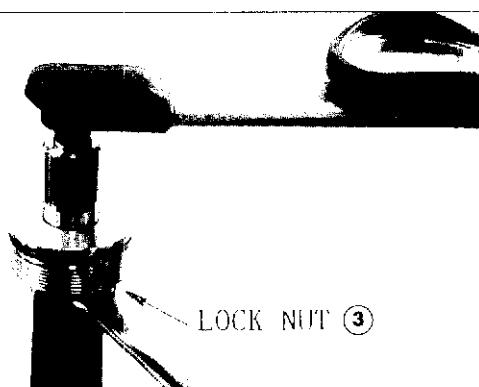

Fig. 12
- 22) Serrez l'écrou de fixation contre le bouchon supérieur tout en gardant arrêté ce dernier (Fig. 12).
- 22) Die Klemmutter gegen den oberen Stoßfänger fest anziehen, hierbei den letztergriffenen festhalten (Abb. 12).